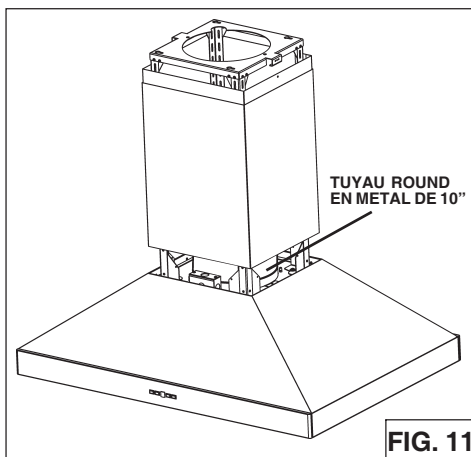

FIG. 11
- Reliez le collier du tuyau qui se trouve sur votre hotte au système d'évacuation qui se trouve au-dessus au moyen d'un **tuyau rond en métal de 10"** (Fig.11).